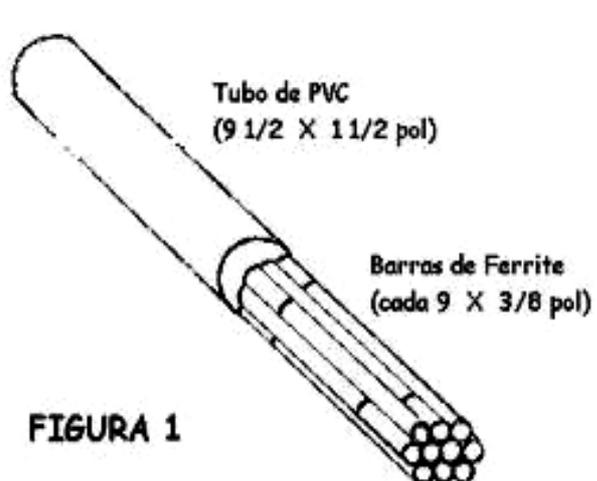

FIGURA 1
2. Insira o "Pacote" dentro do tubo de PVC de modo que os ferrites fiquem firmes e preencham o interior do tubo (ver figura 1). Fixe-os com cola de modo que não escorreguem para fora.